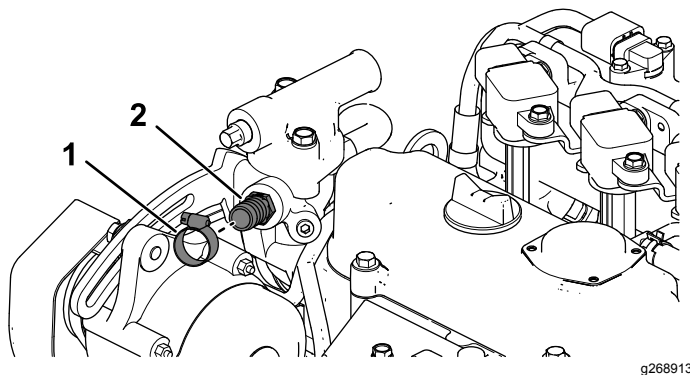

Рисунок 13
- B. Установите прямой штуцер ($\frac{5}{8}$ дюйма) с шланговым хомутом (Рисунок 13).